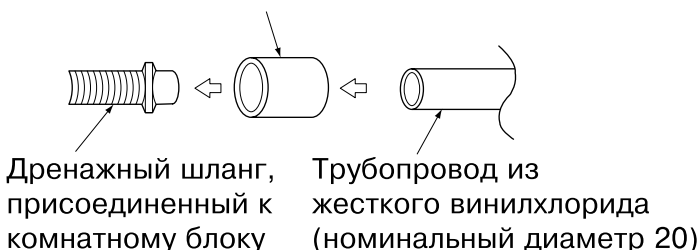

Рис. 17
- При соединении трубопровода из жесткого винилхлорида (номинальным диаметром 20) непосредственно с дренажными шлангами, присоединяемыми к комнатному блоку (например, встроенными трубами), пользуйтесь имеющимися на рынке стыками из жесткого винилхлорида (номинальным диаметром 20). (См. рис. 17)